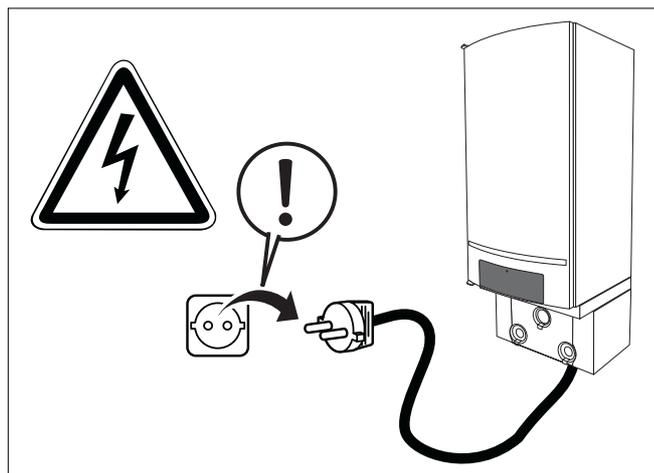

Fig. 84 Togliere la corrente dall'impianto di riscaldamento
- Togliere tensione alla caldaia staccando la spina di rete dalla presa o dall'impianto (fig. 84).